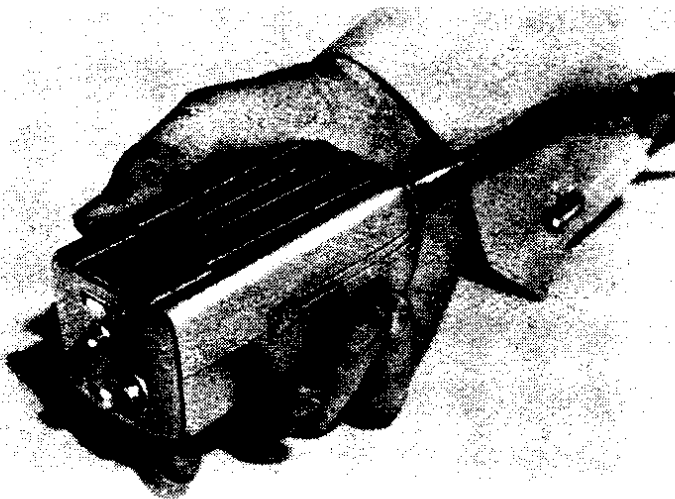

Bild 1. Fernsteuerteil 2007
Jetzt schließen sich auch die Kontakte 3-4. Sie legen an das Gitter der Modulationsröhre EC(L) 80 über C 2/R 8 eine gegenüber der Spannung aus der Quelle b um 180° phasenverschobene 50-Hz-Modulationsspannung. Die Diskriminatorspannung wird davon umgepolt und addiert sich zur Suchlaufspannung, so daß der Suchlauf beschleunigt wird, d. h. der Antrieb wird scharf vom Punkt B in der Nähe des ersten Senders A abgesetzt. Beim Erreichen des nächsten Senders erzeugt dessen Signal eine Diskriminatorspannung, die ebenfalls noch mit 180° Verschiebung wirksam wird. Das ist die Kurve O in Bild 1. Die Spannungen heben sich schließlich auf - das ist bei Punkt C der Fall - und der Antrieb wird gestoppt. Nimmt man jetzt die Hand von der Steuerwippe, so öffnen sich nacheinander die Kontakte 3-4 und 1-2. Der erste dieser beiden genannten Kontakte läßt die Diskriminatorspannung in der ursprünglichen Phasenlage wieder in Funktion treten (Kurve P ist wirksam); sie addiert sich erneut zur Suchlaufspannung und befördert den Antrieb nach Punkt D. Inzwischen öffnet auch Kontakt 1-2, so daß die Suchlaufspannung abgeschaltet ist und die Einsteuerung der Abstimmung auf den Punkt E und damit auf den Träger des nächsten Senders allein von der Diskriminatorspannung P erfolgt.
Im handlichen Fernsteuerteil (Bild 1), dessen Schaltbild ebenfalls auf Seite 997 gezeichnet ist, sind eine zweite Steuerwippe, Tasten für Netz-, Sprach- und Musikscharter sowie ein Hebel für die Fernbedienung des Lautstärkenregler-Motors im Empfänger untergebracht. Ein vorsichtiges Eindringen des Netzschalterknopfes (nicht bis zum Anschlag) bringt den Empfänger zum Verstummen, solange man den Finger auf dem Knopf hat.